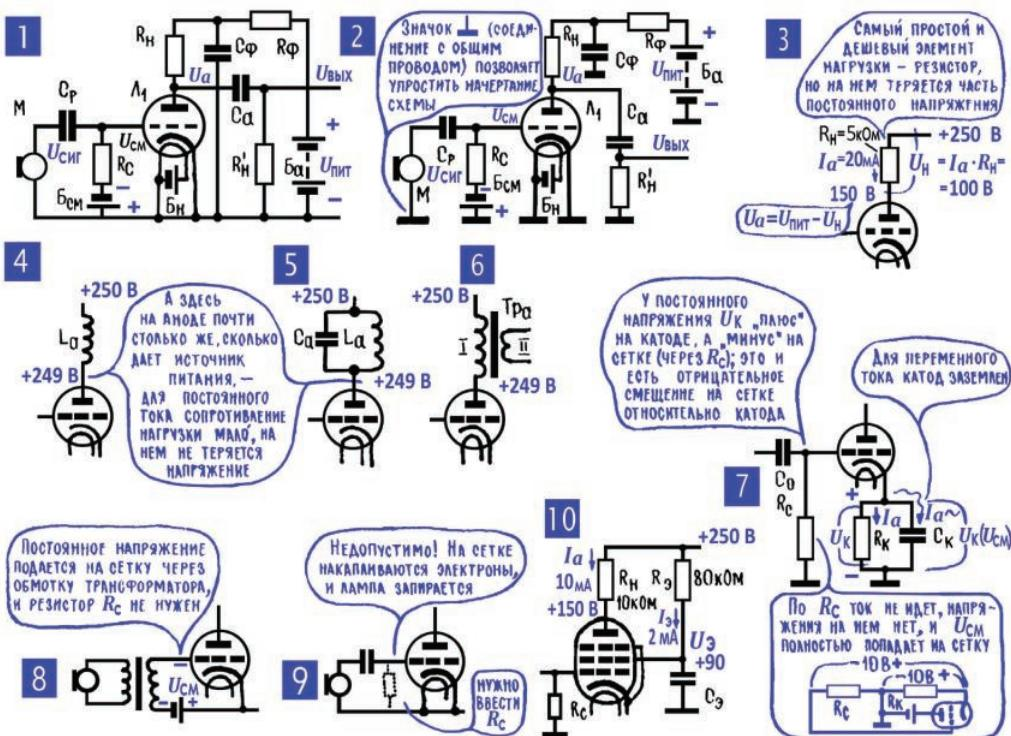

Рис. 10.9. Усилительные каскады на электронных лампах
**15. Электронные схемы получаются такими, что многие элементы присоединяются к общему проводу.** Но сначала несколько слов об одном графическом приеме: на схеме упрощенно показывают присоединение многих элементов к одному и тому же проводу, используя условное обозначение «соединение с металлическим корпусом, с шасси» (рис. 10.9; 1, 2). Когда-то электронные схемы, особенно ламповые, действительно собирали на металлическом шасси, и оно служило общим проводом для соединения многих элементов. И хотя теперь металлическое шасси встретишь редко, знак этот все же остался, и понимать его нужно так: «соединение с общим проводом». Такой знак очень удобен, он позволяет упростить чертеж, избавившись от многих длинных соединительных линий.
**16. Типичный усилительный каскад на триоде.** На рис. 10.9; 1, 2 показана схема типичного усилительного каскада на трехэлектродной лампе. Катод лампы заземлен, то есть подключен к общему проводу, и, значит, любая заземленная точка схемы соединена с катодом через этот общий провод. Так, например, через землю, через общий провод, подключен к катоду «минус» анодной батареи и «плюс» батареи смещения. При этом на сетку относительно земли, то есть относительно катода, подается «минус», а на анод – «плюс». Чтобы переменная составляющая анодного тока не попада-
На рис. 10.9; 4, 5 показано, что роль анодной нагрузки могут выполнять катушки индуктивности  $L_a$  и колебательный контур  $L_a C_a$ . Важное достоинство этих схем: на нагрузке не теряется постоянное напряжение, как на резисторе (рис. 10.9; 3), и в то же время катушка и контур могут представлять достаточно большое сопротивление для переменной составляющей анодного тока. То же достоинство имеет включение нагрузки в анодную цепь через трансформатор (рис. 10.9; 6).
Примеры двух последних операций можно увидеть на рис. 10.9; 7. Здесь в катодную цепь лампы включен резистор  $R_k$ , зашунтированный конденсатором  $C_k$ . Емкость этого конденсатора выбирается с таким расчетом, чтобы для переменной составляющей анодного тока его емкостное сопротивление  $x_c$  (гл. 6; 14) было во много раз меньше, чем  $R_k$ . В этом случае для переменной составляющей анодного тока  $I_{a\sim}$  катод просто заземлен. А вот постоянная составляющая  $I_{a\sim}$  через конденсатор, естественно, не
Резистор  $R_s$ , через который на сетку подается смещение, не нужен, если источник сигнала пропускает постоянный ток, как, например, обмотка микрофонного трансформатора. Но ни в коем случае нельзя допустить, чтобы сетка не соединялась с катодом по постоянному току. Потому что даже единичные электроны, попавшие на сетку, в этом случае будут накапливаться (им просто некуда уйти) и постепенно создадут на сетке такой большой «минус», что лампа сама по себе полностью запрется, анодный ток прекратится (рис. 10.9; 9). Резистор  $R_c$  называют резистором утечки: попавшие на сетку электроны стекают с нее через  $R_c$ .
**18. На резисторе не может теряться напряжение, если по нему не идет ток.** Схема на рис. 10.9; 7 дает повод подумать об одной типичной ошибке при оценке напряжений в той или иной точке сложной электрической цепи. Сопротивление резистора  $R_k$  обычно 0,1–1 кОм, сопротивление  $R_c$  чаще всего 0,1–1 МОм, то есть в тысячу раз больше, чем  $R_k$ . И вот эта огромная разница, бывает, наводит на сомнения: а не потеряется ли на  $R_c$  напряжение смещения  $U_{cm}$  по пути от катода к сетке? Ответ очень определенный: не потеряется. Напряжение, теряемое на том или ином резисторе, определяется током, который по нему идет, а по  $R_c$  практически ток не идет (точнее, идет чрезвычайно малый ток, доли микроампера – его создают случайные электроны, попадающие на сетку, несмотря на «минус» на ней). Во всяком случае, большой анодный ток  $I_a$  замыкается только по  $R_k$  и в  $R_c$  не попадает. Вывод: напряжение на самом  $R_c$  практически равно нулю, и  $U_{cm}$  полностью достается участку сетка–катод.